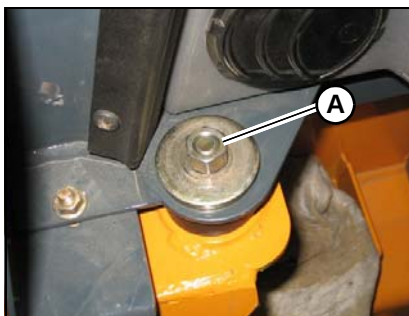

Figura 87 – Accesorios de anclaje de la ROPS/FOPS
2. Retire los accesorios (A, Figura 87) de la parte frontal de la ROPS/FOPS.
3. Fije la ROPS/FOPS en posición bajada con los accesorios de anclaje (A, Figura 87). Par de apriete a 43 N·m (32 lb-pie).